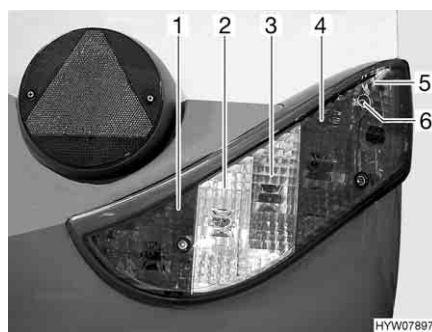

Fig. 175 Luci posteriori (lato anteriore)
- Svitare le tre viti ad esagono cavo (Fig. 175,6).